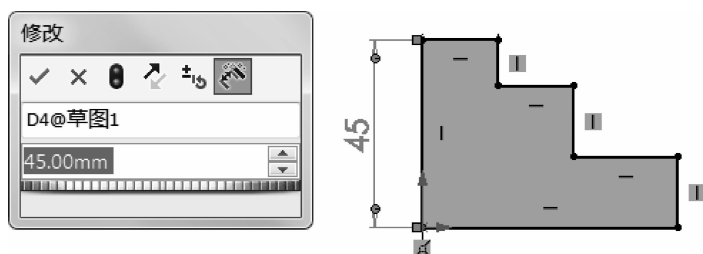

图 1-26 尺寸标注“45”的【修改】对话框
(4) 标注尺寸。
① 单击【智能尺寸】按钮,完成某个尺寸标注(如“45”)的同时弹出【修改】对话框,如图 1-26 所示。